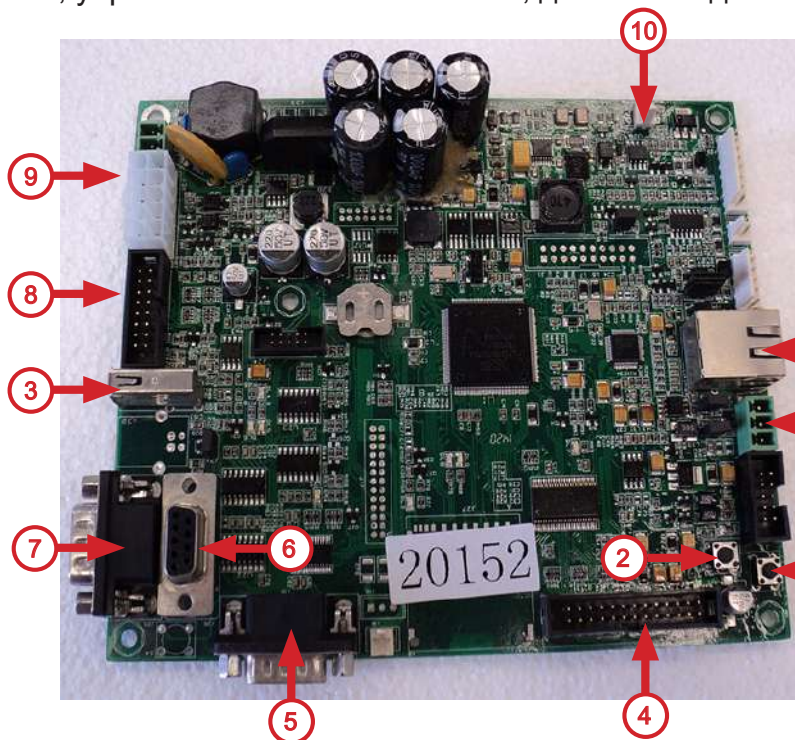

Рисунок 39 - Плата управления (контроллер)
- Вставьте устройство хранения USB-flash накопитель в USB-порт платы контроллера (рис.39 поз.3);
- Чтобы активировать плату контроллера: нажмите одновременно на две кнопки меню оператора и меню техника (рис.39 поз.1 и 2), расположенные на плате контроллера;